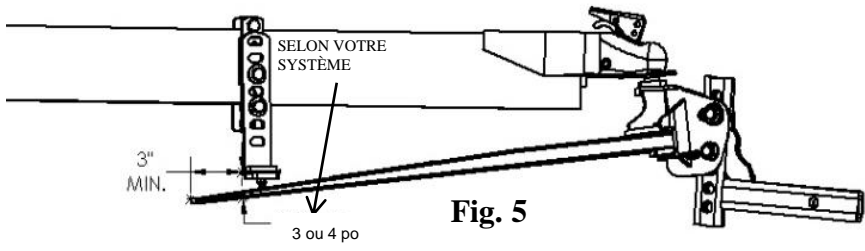

Fig. 5
- Insérer le boulon supérieur (T) à travers le support de cadre extérieur (M) et la bride intérieure (N). Placer cela au-dessus de la flèche en A. Voir le tableau 1 ci-dessous pour l'emplacement de la flèche.
- Toujours garder le boulon inférieur (T) près du bas du cadre. Si ce n'est pas le cas, déplacer le boulon supérieur (T) légèrement vers le haut et au-dessus du montage supérieur.
- Commencer en plaçant le support en L (L) dans le milieu de son ajustement en hauteur. Visser les boulons (R) avec leurs rondelles (S) dans les trous filetés du support de cadre extérieur (M). Laisser les boulons (R) serrés à la main à ce moment.
Garder un prolongement de la barre stabilisatrice d'au moins 3 po au-delà du support en L (L) comme illustré à la Fig. 5 ci-dessous.